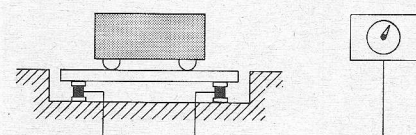

Fig. 2
2. Voor rijdende objecten, zoals vrachtwagens en spoorwagens (fig. 2).